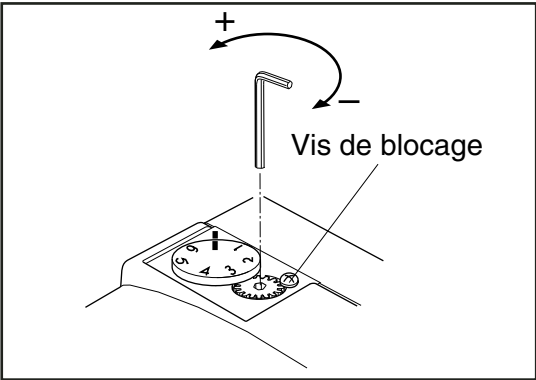

fig.7 - Volet d'entrée
5.3.1 - Réglage du volet d'air (fig.7)
Si nécessaire, affiner les réglages d'air (fig.7).